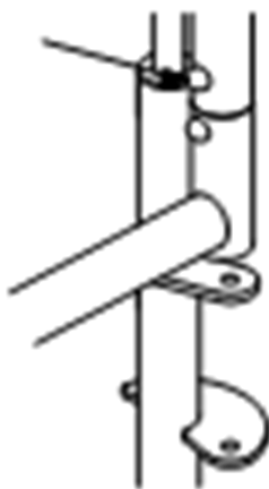

Figure 6
- Si votre fauteuil roulant est équipé d'un cadre d'accoudoir amovible, appuyez sur la bille d'acier du cadre d'accoudoir lors du démontage pour dégager la bille d'acier du trou de la main courante, et le cadre d'accoudoir peut être retiré ; insérez le cadre d'accoudoir lors de l'installation sur le châssis, la bille d'acier peut être coincée dans le trou du cadre d'accoudoir. (Voir figure 6)